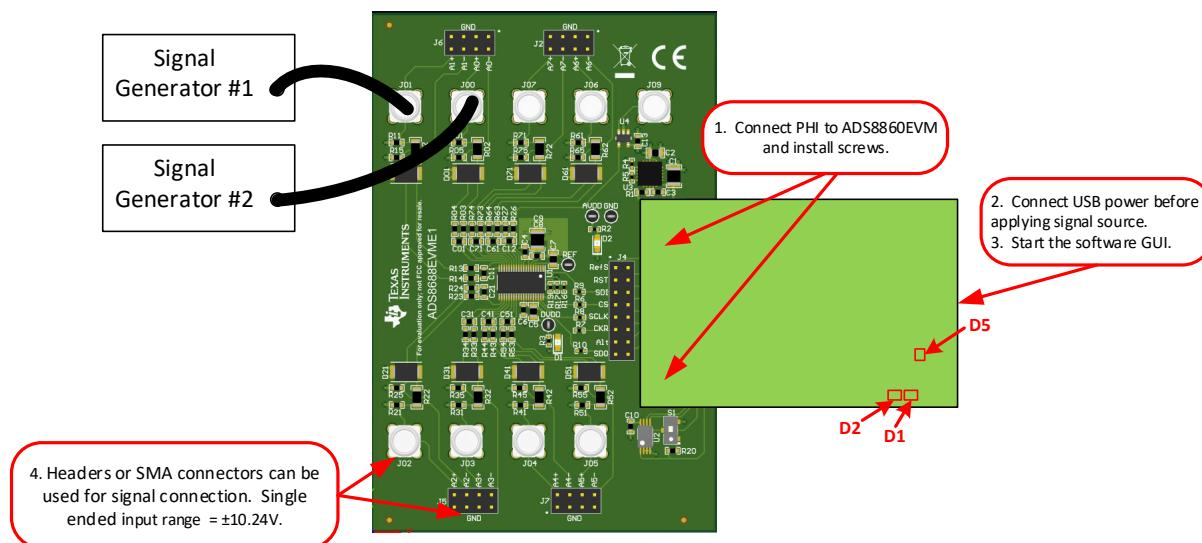

图 7-1. ADS8688EVM 硬件设置和 LED 指示灯
安装软件后，按照图 7-1 中所示连接 EVM
- PHI 上的 LED D1 和 D2 开始闪烁，表示 PHI 已启动并与 PC 进行通信；图 7-1 显示了相关 LED 指示灯